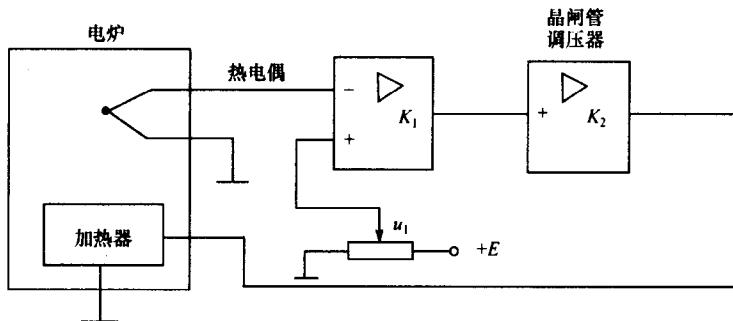

图 1-6 炉温控制系统
2. 图 1-6 表示一个炉温控制系统。说明工作原理,指出系统的控制对象、参考输入、被控变量,以及功率放大元件、执行元件、测量元件,并绘出系统元件框图。说明该系统是定值控制系统、伺服系统还是程序控制系统。